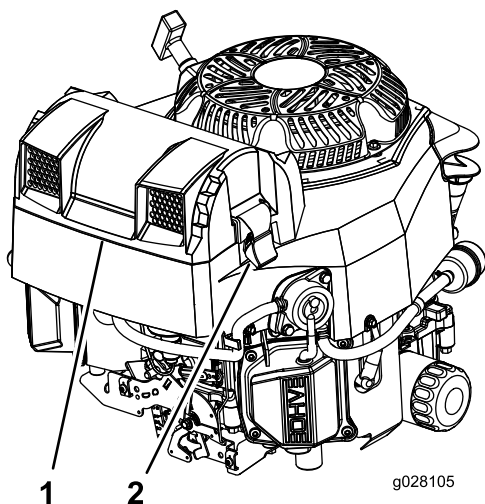

Figure 57
2. Déposez le couvercle pour accéder aux éléments filtrants (Figure 57).
3. Reposez le couvercle et fixez-le avec les verrous (Figure 57).